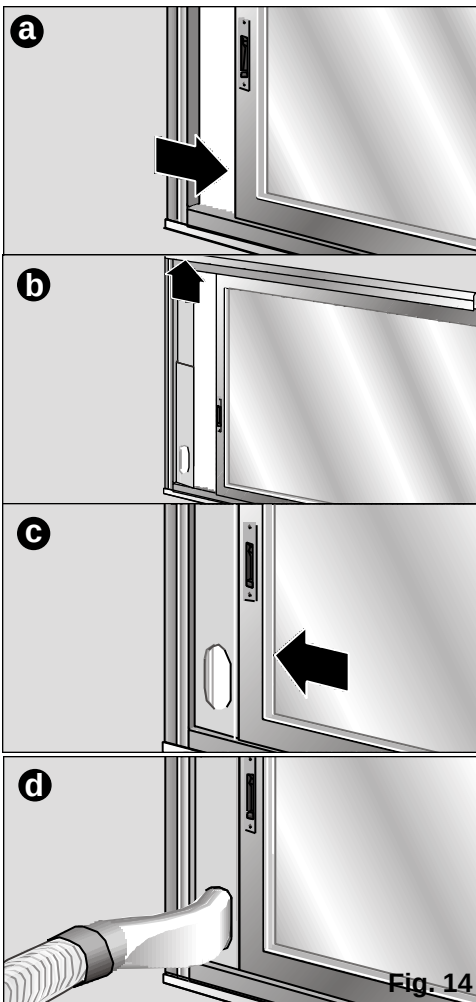

Fig. 14
- También se puede utilizar el accesorio de instalación corredera ventana / balcón (ver "Descripción de los accesorios"), **Fig. 14: a, b, c, d.** Este sirve tanto para ventanas horizontales como verticales / balcones.